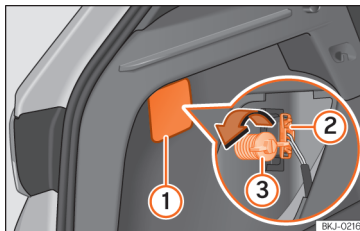
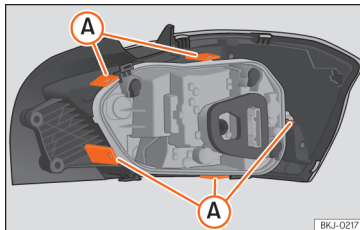

Abb. 54 Gepäckraum: Zugang zur Befestigungsschraube der Heckleuchte.
Abb. 55 Befestigungslaschen Rückseite Heckleuchte.
- Hebeln Sie die Abdeckung an der Aussparung »» Abb. 54 ① mit dem flachen Teil des Schraubendrehers ab.
- Ziehen Sie den Stecker von der Lampe ② ab.
- Schrauben Sie mit der Hand oder mit Hilfe eines Schraubendrehers die Befestigungsschraube der Leuchte ③ heraus.
- Bauen Sie den Lampenträger aus, indem Sie die Befestigungslaschen »» Abb. 55 ① A entriegeln.